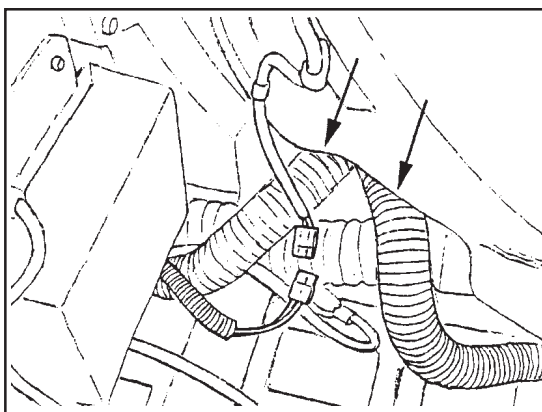

Figura 13B
14. Vuelva a conectar las mangueras de la aspiradora y de la escobilla de goma a la tapa de recuperación. Asegúrese que la manguera al motor de la aspiradora y la manguera de la escobilla posterior estén instaladas sobre la parte superior de la manguera de drenaje (Refiérase a la Figura 13B).